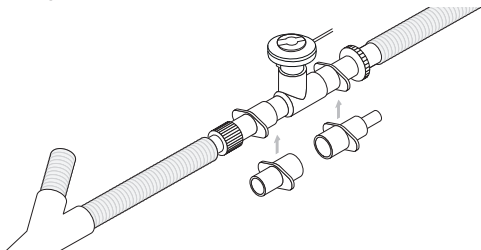
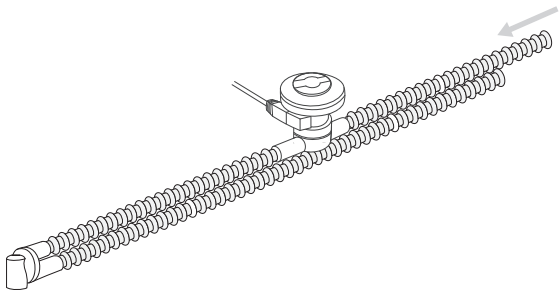

Abbildung 7. Anschluss an ein Beatmungsschlauchsystem für Kinder
Abbildung 8. Anschluss an ein Beatmungsschlauchsystem für Neugeborene mit dem T-Stück für Neugeborene
2. Bei Beatmungsschlauchsystemen für Kinder den Vernebler mit dem T-Stück für Kinder im Inspirationsschenkel des Beatmungsschlauchsystems vor dem Y-Patientenanschlussstück anschließen (Abbildung 7).
1. Bei **Beatmungsschlauchsystemen für Neugeborene** den Vernebler mit dem T-Stück für Kinder und den Adaptern für Neugeborene circa 30 cm (12 in.) vom Y-Patientenanschlussstück entfernt anschließen (Abbildung 7). Alternativ kann der Vernebler mit dem T-Stück für Neugeborene 30 cm (12 in.) vom Y-Patientenanschlussstück entfernt angeschlossen werden (Abbildung 8).